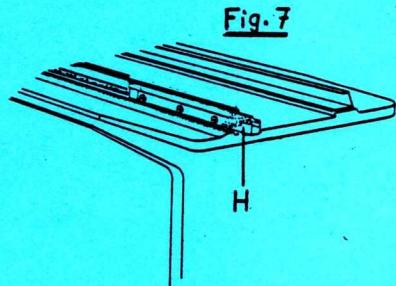
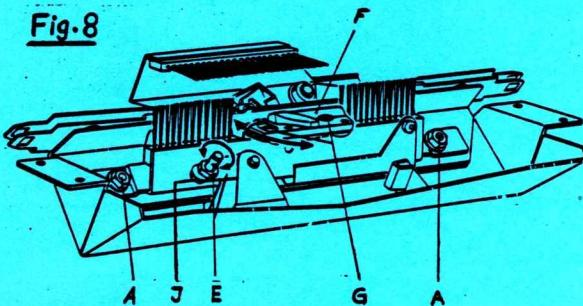

Fig. 7
Fig. 8
- h) Das Nüsschen (B) wieder herausnehmen.
- a) Die Oeffnung der Haltezange wird durch den Schalthebel bzw. Exzenterbolzen E (Fig. 8) bewirkt. Der Exzenterbolzen E dient auch zum Einstellen des Oeffnungshubes. Die Einstellung wird in der Mitte der Kurvenstange H (Fig. 7) vorgenommen. Mittels passenden Gabelschlüsseln kann die Befestigungsmutter J sowie der Exzenterbolzen E (Fig. 8) verdreht werden.
Achtung: Eine schlechte Einstellung kann zur Folge haben, dass das Uebernehmen der Nüsschen nicht sicher abläuft oder bei zu strammer Einstellung läuft das Schloss hinten im Bereich der Kurvenstange H (Fig. 7) abnormal schwer.